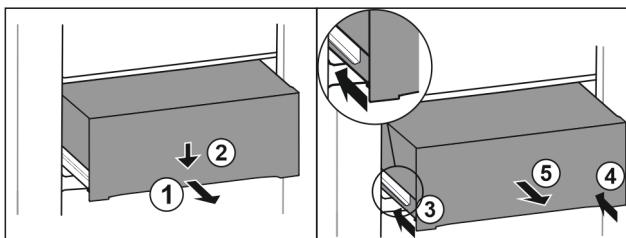

Fig. 94
- Izvucite ladicu na pola. Fig. 94 (1)
- Pritisnite ladicu naprijed prema dolje. Fig. 94 (2)
- Gurnite lijevu vodilicu za oko 2 cm. Fig. 94 (3)
- Gurnite desnu vodilicu za oko 2 cm. Fig. 94 (4)
- Izvadite ladicu prema naprijed. Fig. 94 (5)